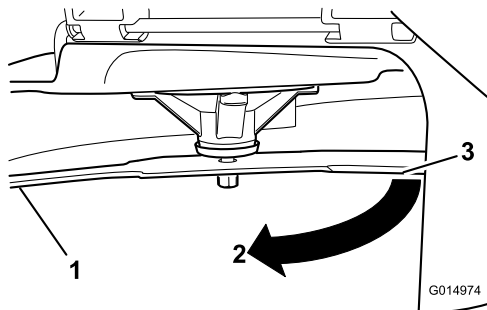

Figure 59
3. Seconde distance mesurée entre la lame et la surface (B)
4. Tournez la même lame de 180 degrés pour amener l'autre tranchant à la même position (Figure 59).